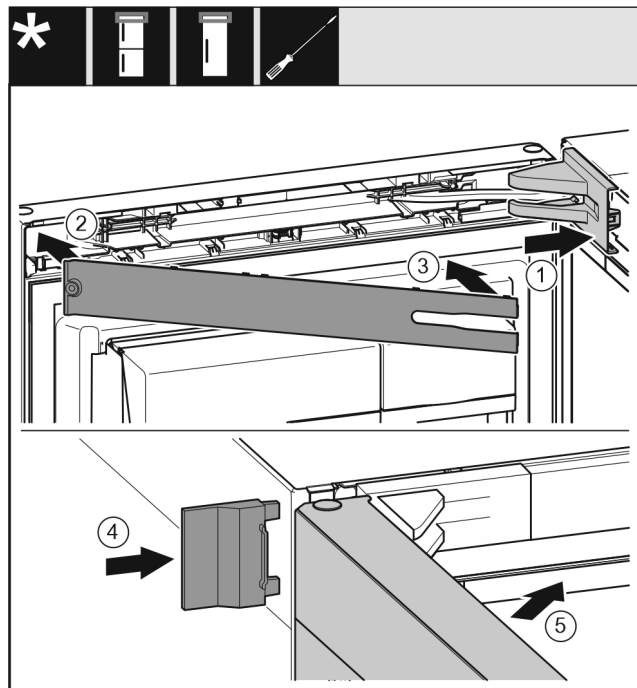

Fig. 32
- ▶ Nasadíte a zaklapnete kryt stojanu ložiska Fig. 32 (1), příp. opatrně přitlačíte od sebe.
- ▶ Nasadíte záslepku Fig. 32 (2).
- ▶ Záslepku Fig. 32 (3) sklopte a zaklapnete.
- ▶ Vnější kryt Fig. 32 (4) nasuňte.
- ▶ Zavřete horní dveře Fig. 32 (5).